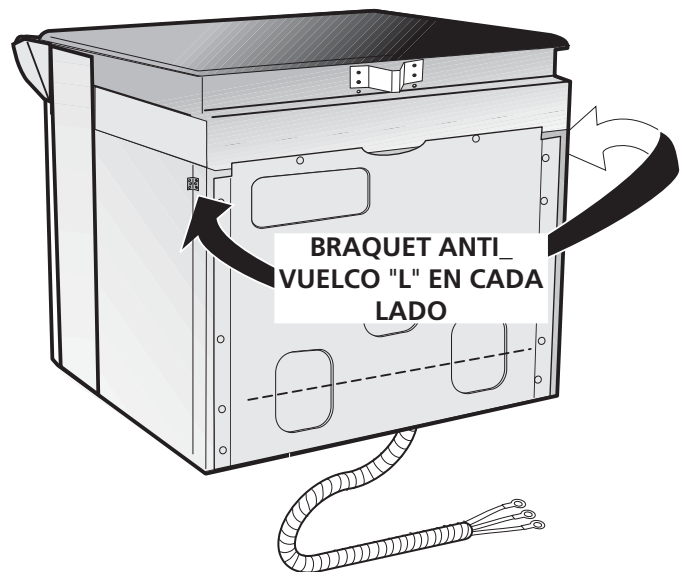

Figura 6
1. La estufa esta equipada con 2 braquets anti-vuelco "L" localizados en cada lado de la estufa con 2 tornillos (ver figura 6).